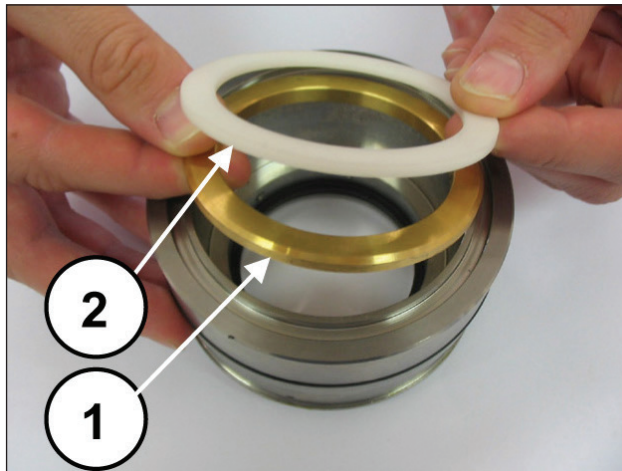
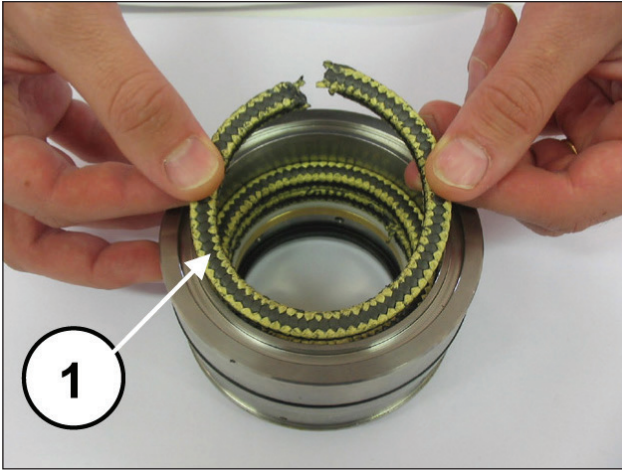
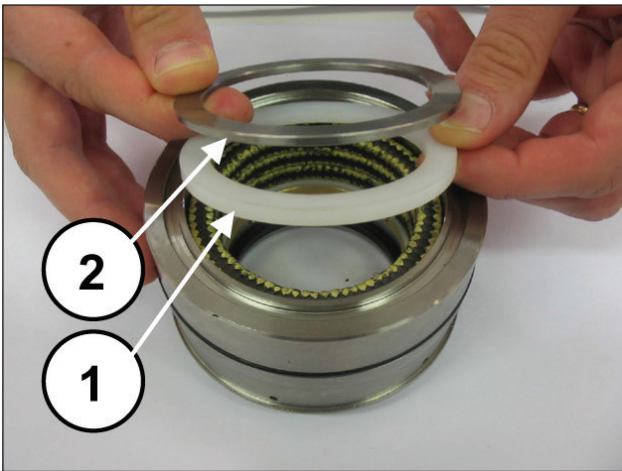

图170
图171
图172
安装支撑环和防挤压环（部件号①②，图170）、三个护垫（注意确保护垫（部件号①，图171）相互之间成120°角）、护垫防刮环和弹簧环（部件号①②，图172）。